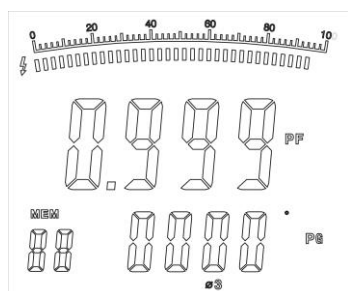

Figura 20
- Pressionar SEL para selecionar a terceira fase, veja a figura 20.